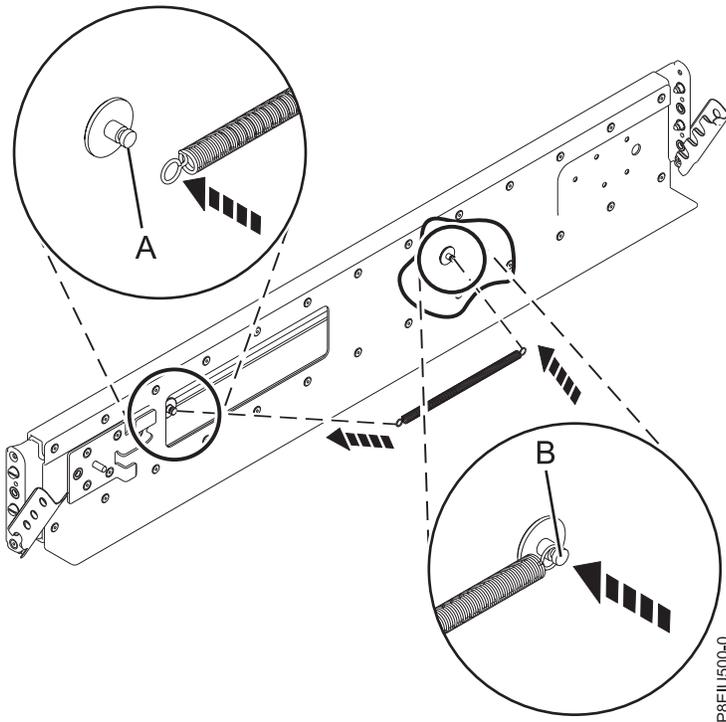

Abbildung 3. Feder an der Schiene installieren
4. Installieren Sie die Feder an der Schiene, indem Sie ein Ende in einen der kreisförmigen Abstandshalter (A) und das andere Ende in den anderen kreisförmigen Abstandshalter (B) einhaken (siehe Abb. 3 auf Seite 6).